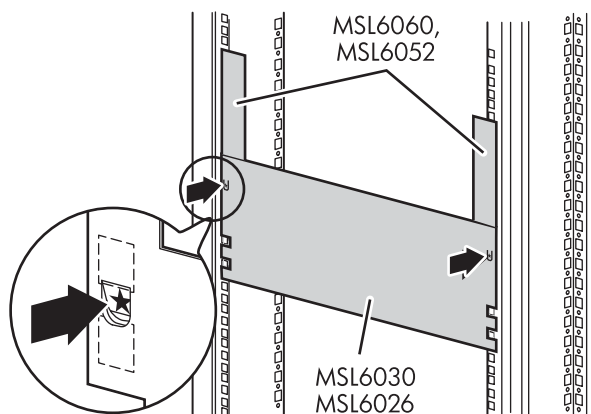

Figure 12 Gabarit de la librairie (rack 10000 illustré)
1. Utilisez le gabarit fourni avec la librairie pour marquer l'emplacement du matériel de montage sur les montants du rack (reportez-vous à la Figure 12). Les points noirs sur les côtés du gabarit indiquent le haut d'une unité U.
2. Retirez le gabarit, puis fixez les rails à l'aide des attaches fournies (reportez-vous à la Figure 12). Les supports avant des rails sont préfiletés de façon à accueillir directement les vis. Les supports arrière, en revanche, ne sont pas filetés et nécessitent l'installation d'écrous cage/agrafes dans les montants arrière du rack.